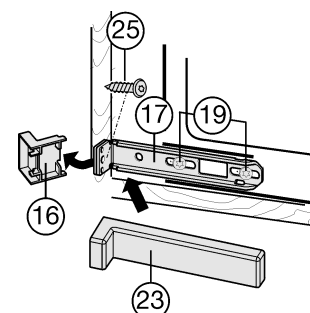

Fig. 29
- ▶ Desserrer un peu les vis Fig. 29 (19).
- ▶ Visser l'étrier Fig. 29 (17) inférieur à l'aide d'une vis à panneaux de particules Fig. 29 (25) ø4x19 sur la paroi du placard.
- ▶ Casser l'extrémité du cache Fig. 29 (16) qui dépasse.
- ▶ Bien serrer les vis Fig. 29 (19).
- ▶ Remettre le cache Fig. 29 (23) sur l'étrier Fig. 29 (17) inférieur.